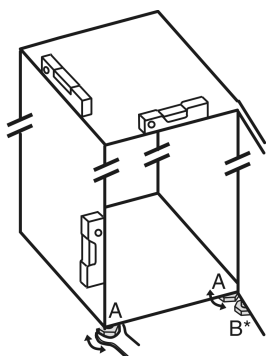

Fig. 28
- Выкрутите регулируемые опоры Fig. 28 (A) при помощи входящего в комплект поставки рожкового ключа и, используя уровень, выставьте устройство прочно и ровно по горизонтали.
- Выверните регулируемую опору Fig. 28 (B) на нижнем опорном кронштейне при помощи входящего в комплект поставки рожкового ключа до ее соприкосновения с полом.
- Поверните регулируемую опору Fig. 28 (B) еще на 90°.